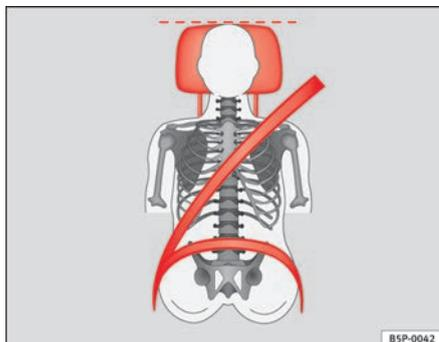
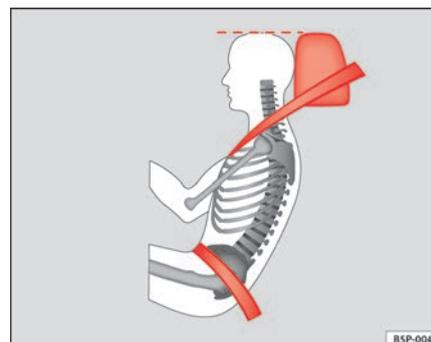

Fig. 90 Vista de frente: encostos de cabeça e cinto de segurança ajustados correctamente
Fig. 91 Vista de lado: encostos de cabeça e cinto de segurança ajustados correctamente
- Ajustar o encosto de cabeça de modo a que o rebordo superior do mesmo fique alinhado com a parte superior da cabeça, no mínimo à altura dos olhos ⇒ fig. 90 e ⇒ fig. 91.